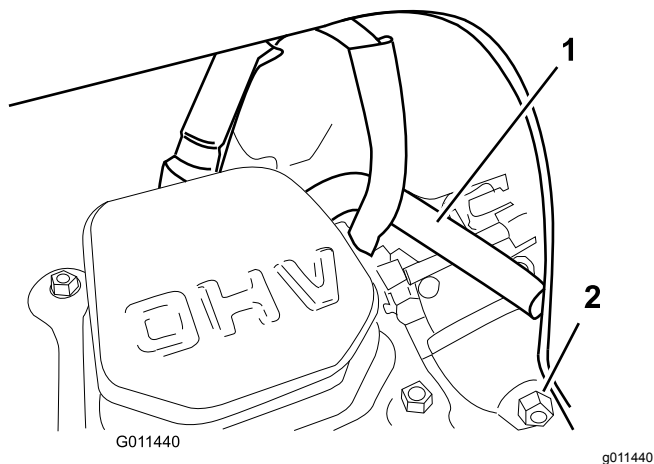

**Figure 31**
11. Réglez l'écartement des électrodes à 0,76 mm (0,030 po), comme montré à la Figure 31.